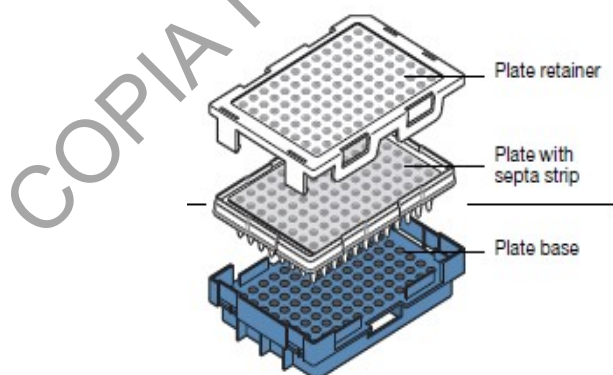

Figura 29. Ensamblaje del plato con la base y el cobertor.
- 7.12.8** Alinee los agujeros de la septa con los pozos del plato, luego presione hasta que se ajuste el plato (ver figura 29).
**7.14.7** Coloque el cobertor sobre la placa de manera que todos los hoyos queden bien cubiertos (figura 29).
**7.14.10** Coloque la placa con el cobertor sobre la base, como se muestra en la figura 29.
**7.14.11** Coloque el sujetador, presionándolo contra el cobertor de manera que quede bien ajustado con la base, como se muestra en la figura 29.